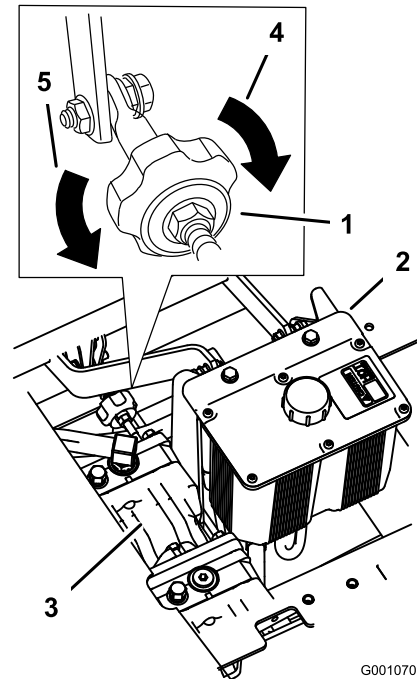

Figura 65
2. Ajuste la longitud de la varilla de la bomba girando el pomo, en el sentido apropiado, hasta que la rueda quede estacionaria o se mueva muy lentamente en marcha atrás (Figura 65).